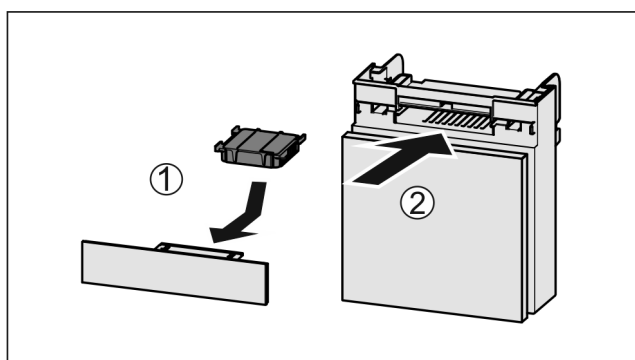

Fig. 135
- Actiefkoolfilter overeenkomstig afbeelding aanbrengen Fig. 135 (1).
- Lade erin schuiven Fig. 135 (2).